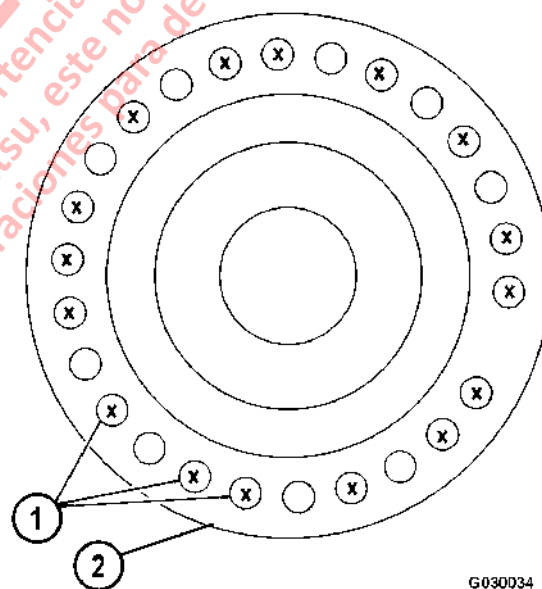

FIGURA 3-4. HERRAMIENTA PARA RETIRO DE EJE
- a. Refiérase a la figura 3-4. Quite sólo los pernos que son designados por una "X".